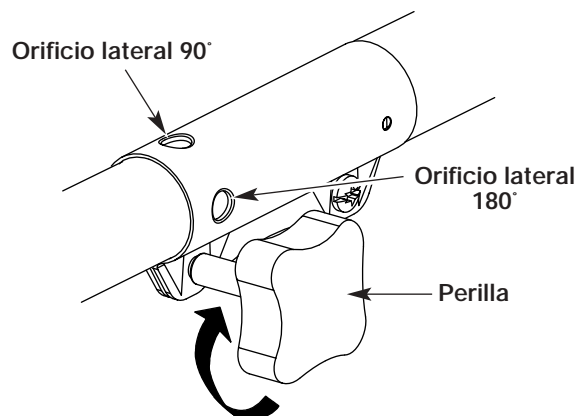

Figure 21
3. Gire la perilla en sentido horario para ajustarla (Fig. 21).
Para recortar bordes mientras usa el accesorio de corte de cabeza de línea con modelos EZ-Link™, trabe el botón de desconexión en el **orificio lateral de 90°** o en el **orificio lateral de 180°** (Fig. 21).